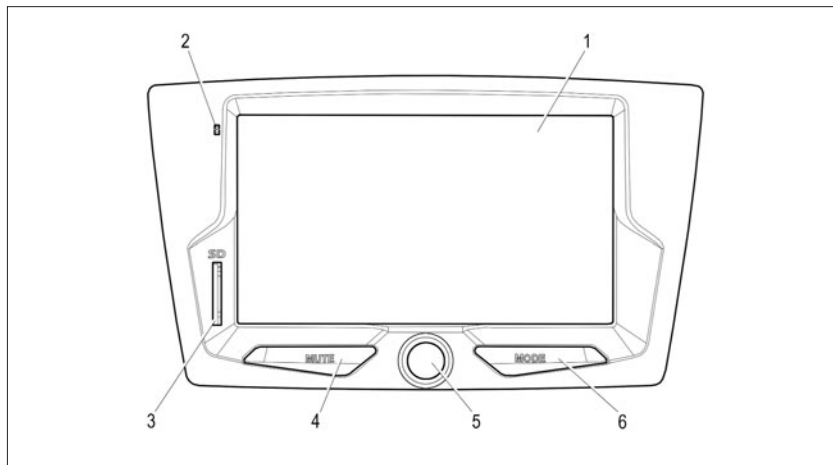

Рис. 1. Лицевая панель радиоприёмника
2.1.1 Для включения радиоприёмника нажмите на **ручку 5** (рис. 1). Для выключения нажмите
**ручку 5** (рис. 1) и удерживайте ее в нажатом положении более 2-х секунд. Для перезагрузки удерживайте нажатой **ручку 5** (рис. 1) до появления логотипа ЛАДА.
2.2.1 Для выключения звука нажмите кнопку **MUTE** (рис. 1). Для включения звука нажмите кнопку повторно или поверните ручку регулировки звука.
2.3.1 Кнопка **MODE** (рис. 1) служит для переключения режимов работы радиоприёмника, при этом будут отображаться только активные режимы.
Регулировка громкости осуществляется вращением **ручки 5** вправо или влево (рис. 1).
2.5.2 Последовательным нажатием кнопки **MODE** (рис. 1) или нажатием отображаемых на дисплее кнопок выберите желаемый режим.
– кнопкой **MODE** (рис. 1).